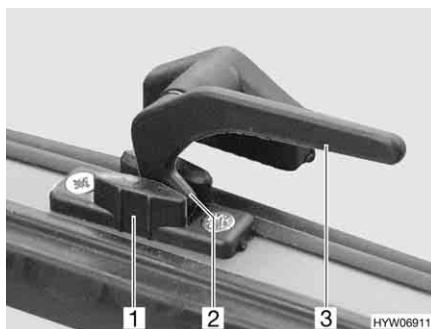

Fig. 51 Leva di serraggio in posizione "Aerazione continua"
- In posizione di "Aerazione continua" (Fig. 51)
- Ruotare la leva di serraggio (Fig. 51,3) di un quarto di giro verso il centro della finestra.
- Girare nuovamente all'indietro la leva di serraggio. Riportare contemporaneamente il nasello di chiusura (Fig. 51,2) nella rientranza della chiusura della finestra (Fig. 51,1).